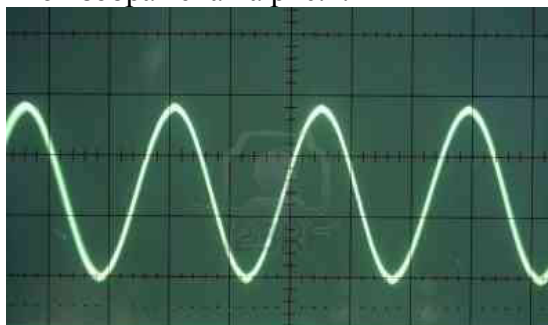

Рис. 1 – Осциллограмма исследуемого сигнала
4. Осциллограмма к заданию изображена на рис.1.